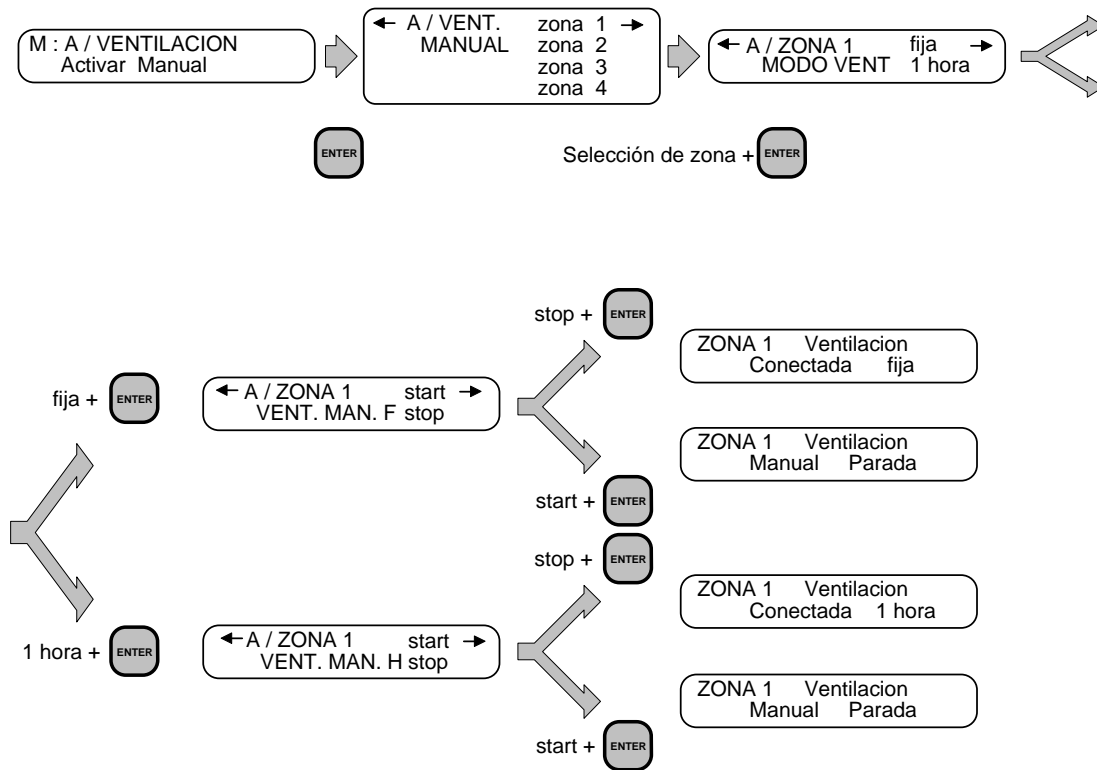

Figura 1. Pantalla Ventilación Manual.
- **Ventilación** (Activación Manual/Modo Ventilación, ver figura 1).